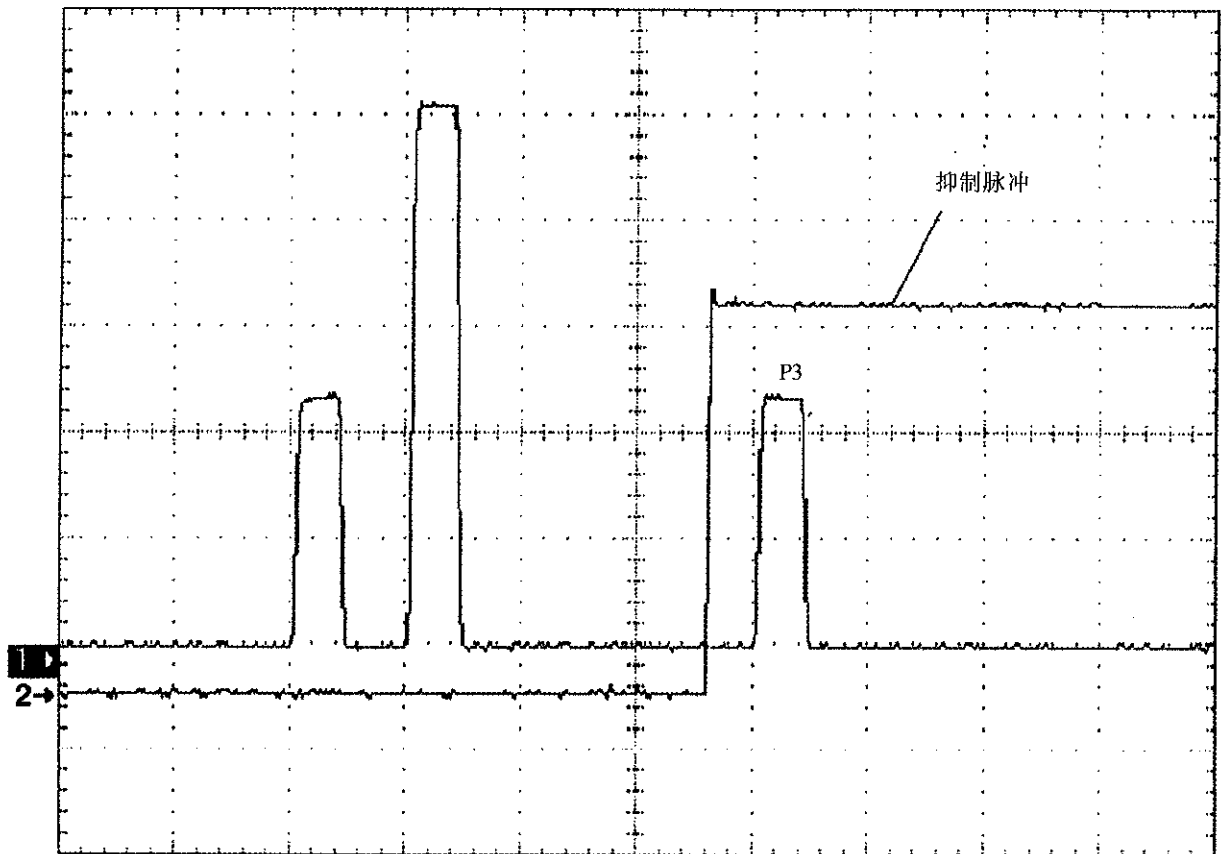

图 8
6.2.10.3 调节示波器，观察示波器波形如图 8 所示。测量抑制脉冲的上升沿超前 P3 脉冲的上升沿  $0.8 \mu\text{s}$ ，将结果填入附录 C 表 C14 中。